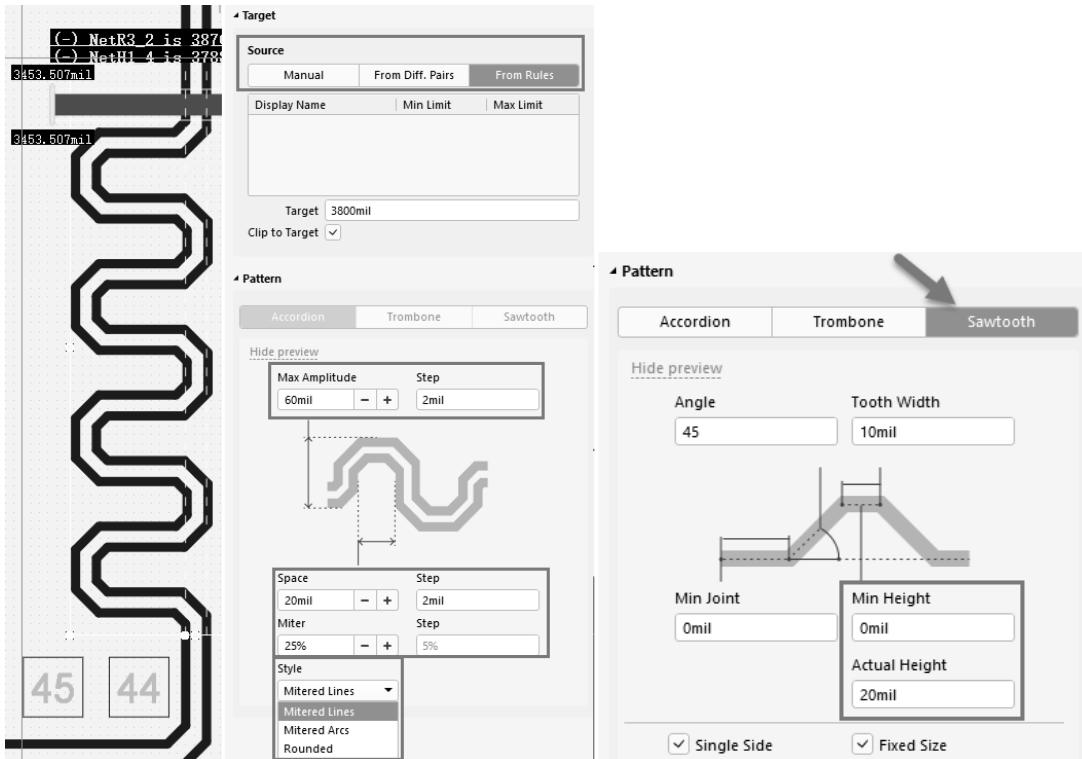
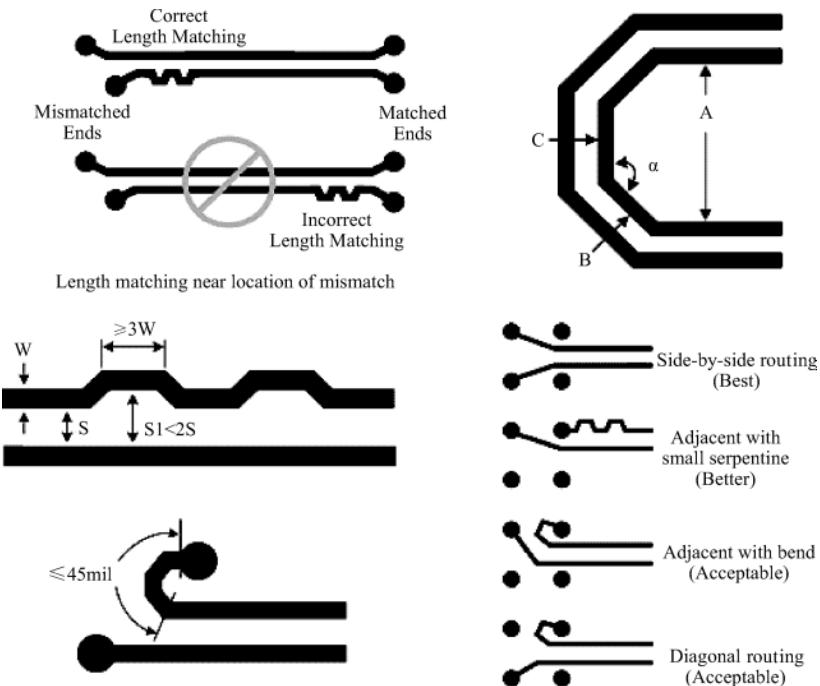

图 10-111 差分蛇形线参数设置及常见锯齿状等长
图 10-112 常见差分对内等长方式
(1) 差分蛇形线类似于单端蛇形线，也是先进行差分走线，再执行菜单命令“布线-差分对网络等长调节”(快捷键“UP”)，激活差分等长命令，单击需要等长的差分走线，并按“Tab”键调出类似于单端等长的参数设置窗口，如图 10-111 中左图所示，按照要求设置差分蛇形线参数。
(2) 单击需要等长的差分走线，并滑动鼠标，即开始差分蛇形走线，必要时也可以加阻碍线。
(3) 为了满足差分对内之间的时序匹配，一般差分对内之间也需要进行等长，误差要求一般在 5mil 以内。这种等长方式一般不再以差分走线来等长了，而是利用单端锯齿状等长走线(按
快键键“UR”时按“Tab”键选择“Sawtooth”模式), 对差分走线的其中一条来进行锯齿状等长。常见锯齿状等长如图 10-111 中右图所示。常见差分对内等长方式如图 10-112 所示。